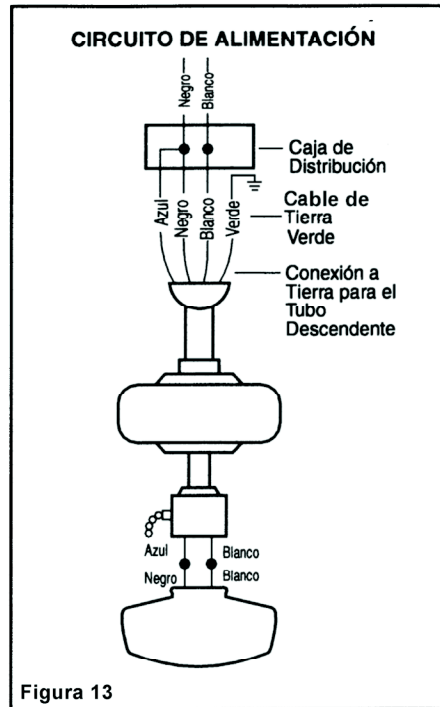

Figura 13
**Paso 1** Conectar el conductor de tierra del suministro de 120 voltios (este puede ser un cable descubierto o un cable con aislación verde) al (los) cable (s) verde de tierra del ventilador (Figura 13).